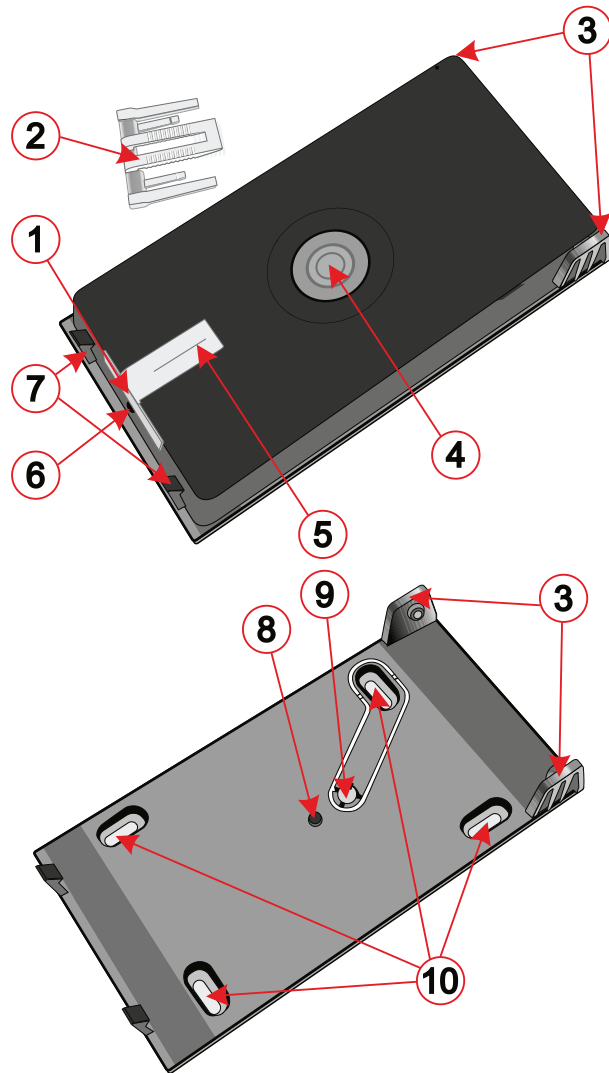
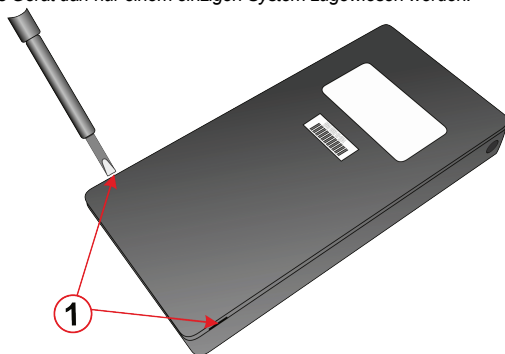

Abb. 1: Panikknopf und Montageplattform - Beschreibung der einzelnen Teile
Abb. 3: Methode zum Öffnen des Panikknopfes und Verlegen des Lichtleiters, um ihn durch eine Halterung für Geldscheine zu ersetzen
Um diese Funktion nutzen zu können, müssen Sie den in Abb. 3 gezeigten Standard-Lichtleiter durch einen Lichtleiter ersetzen, der mit einem Clip (2) ausgestattet ist (Abb. 1), der im Lieferumfang enthalten ist. Das Erkennen des Verlegens von Banknoten kann zum Schutz von Verträgen oder anderen wertvollen Dokumenten verwendet werden, in einem Safe oder einem Absicherungs-Kästchen.
Wir empfehlen, den Alarmknopf auf der Montageplattform zu installieren (Abb. 1). Die Montageplattform ermöglicht die Installation auf verschiedenen Arten von Oberflächen und erlaubt die Erkennung von unzulässiger Handhabung, wenn das Gerät von der Montageplattform verlegt wird.
1. Verlegen Sie den Panikknopf von seiner Montageplattform, indem Sie die Scharniere (3) (siehe Abb.1) mit leichtem Druck voneinander lösen. Dies geschieht am besten unter Verwendung eines flachen Werkzeugs.
2. Befestigen Sie die Montageplattform mit Hilfe von vier Platinenverschraubungen an der gewünschten Stelle. (10).
3. Verlegen Sie die Rückwand des Geräts, indem Sie sie unter Verwendung eines Schlitzschraubendrehers abhebeln, wie in Abb.3 gezeigt.
Die Zentrale erkennt automatisch einen niedrigen Batteriestand und berichtet darüber. Bevor der Batterietausch erfolgt, muss das System in den Errichtermodus versetzt werden (die Taste ist mit einem Sensor für Manipulationen ausgerüstet). Das Gerät kann wie in Abb. 3 gezeigt geöffnet werden.